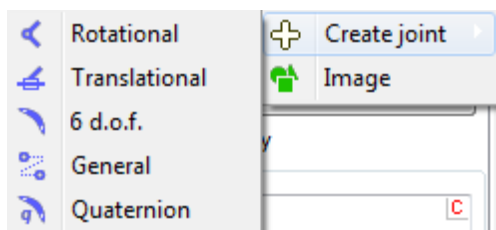

图 1.11 创建转动铰
2. 在右侧**交互界面**单击手型按钮, 并依次选择 **Create joint | Rotational**, 如图 1.11 所示。